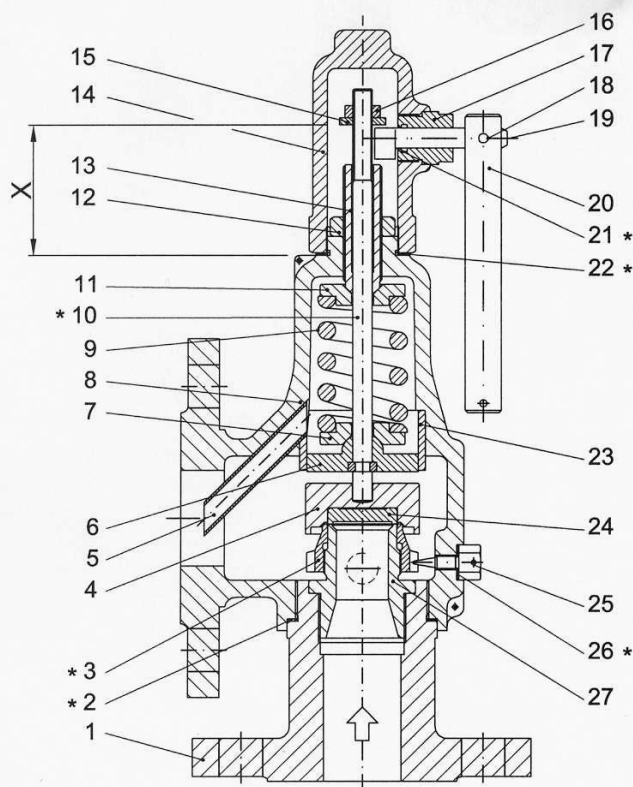

Fig.3 - Valvola tipo CS31 (Con leva)
- Flangiate con leva (Fig.3) o senza leva (Fig.4),